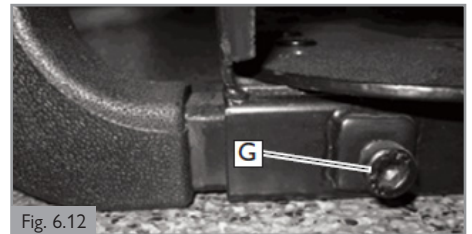

Fig. 6.12
1. Localisez les 2 fixations d'accoudoir (G) de chaque côté du support d'accoudoir. (Fig. 6.12)